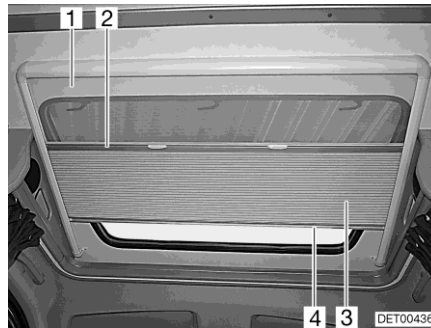

Bild 46 Dachfenster
Faltverdunklung Die Faltverdunklung (Bild 46,3) ist mit dem Insektenschutz (Bild 46,1) fest verbunden.
- Die Faltverdunklung in der Mitte des Abschluss-Stabes (Bild 46,4) fassen und vorsichtig nach unten ziehen.
- Die Faltverdunklung am Abschluss-Stab (Bild 46,4) langsam zurückführen.
- Den Insektenschutz in der Mitte des Abschluss-Stabes (Bild 46,2) fassen und vorsichtig ganz nach unten ziehen.
- Den Insektenschutz am Abschluss-Stab der Faltverdunklung (Bild 46,4) langsam zurückführen.